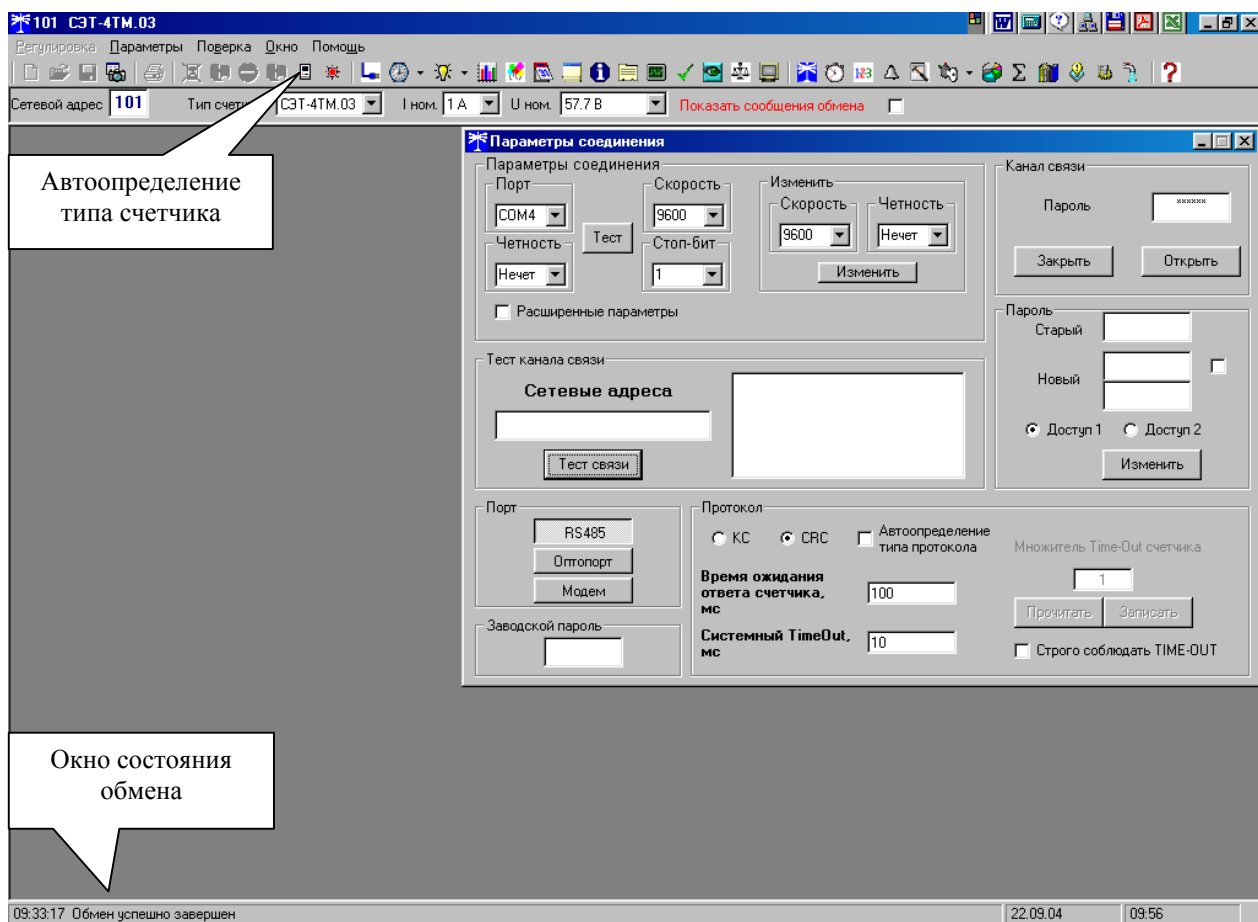

Рисунок 3 - Генеральная форма программы «Конфигуратор СЭТ-4ТМ»
5.2.10.1 Для считывания параметров и установок счетчика нужно нажать кнопку «Автоопределение типа счетчика» на панели инструментов генеральной формы (рисунок 3). При этом определяется тип счетчика, заполняются информационные окна «Тип счетчика», «Ином», «Уном» генеральной формы и вызывается форма «Параметры и установки», вид которой приведен на рисунке 4. Форму «Параметры и установка» можно вызвать из меню «Параметры».